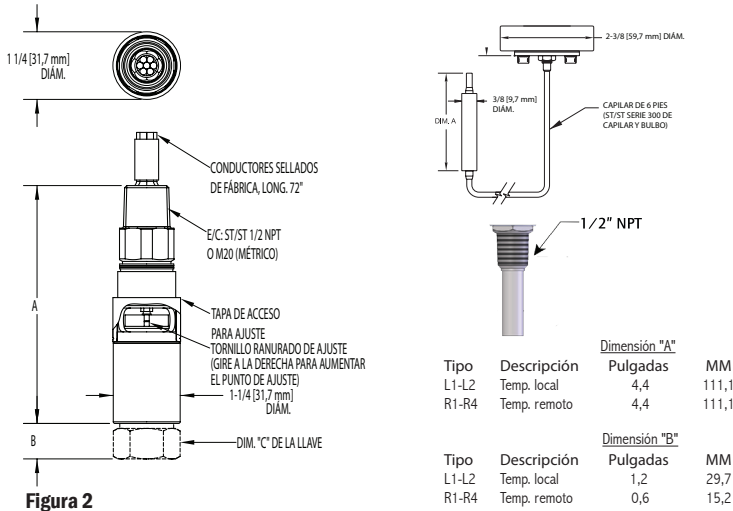

Figura 2
4. Inserte el destornillador en la ranura de ajuste y gírela a la derecha para **aumentar** el ajuste o a la izquierda para **disminuirlo**. (Consulte la figura 2)